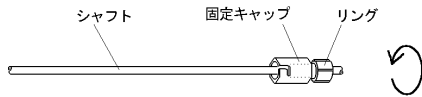

図1.
- ⑨ 挿入(手術)中のブロッカーチューブは、反対側の気管支へ入れ替えないこと。[ブロッカーチューブのアングル部が伸び、カフ破損、気管・気管支損傷等の原因となる]
⑩患者の体位を変えた(体位が変化した場合)、ブロッカーチューブ(カフ)の挿入位置を必ず確認すること。
- ①使用前に、カフ検査を行い、空気漏れ、片膨れ等の異常が認められた場合は、使用しないこと。[シリコーンゴム製品は、自己密着性があり、膨張不能や片膨れが生じることがある]
- ②挿入する際は、カフ全体に潤滑作用を有する薬剤等を塗布すること。[塗布せずに挿入すると、カフ破損、気管・気管支損傷等の原因となる]
- ③カフを膨張させる際は、バルブより繊維(リント)等が混入しないよう注意すること。[バルブの機能が低下し、カフ収縮の原因となる]
- ④カフを膨張させる際は、清潔なシリンジを使用すること。[シリンジに付着しているリント等が、バルブ内に混入する危険性がある]
- * ⑤カフを膨張させる際は、シリンジの先端をバルブの奥まで確実に挿入すること。[挿入が不十分な場合、バルブ内の弁が開かず、カフ操作が行えない場合がある]
- ⑥使用時の空気注入量は、気管支壁の毛細血管の血流障害、手術時間等を考慮し、临床上の判断により決定した注入量とすること。[過膨張は、カフ破損、気管支損傷等の原因となる]
- ①使用前に、固定キャップのリングを右に回して、固定キャップがシャフトに固定できることを確認すること。[固定できない場合は、使用しないこと] (図1参照)